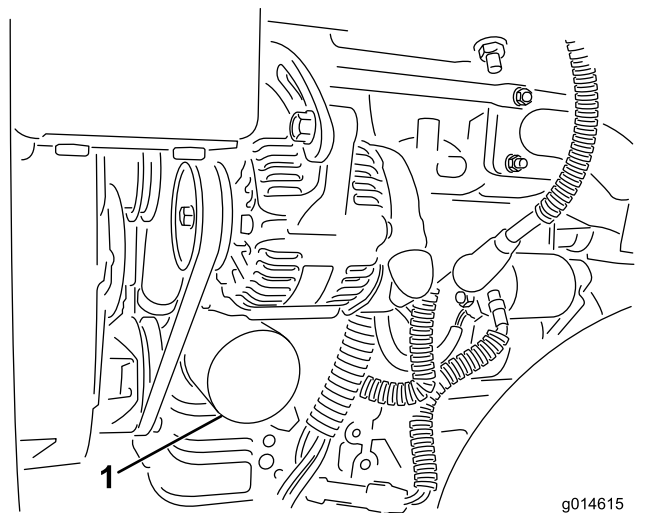

Figura 47
2. Retire el filtro de aceite (Figura 47). Aplique una capa ligera de aceite limpio a la junta del filtro nuevo.